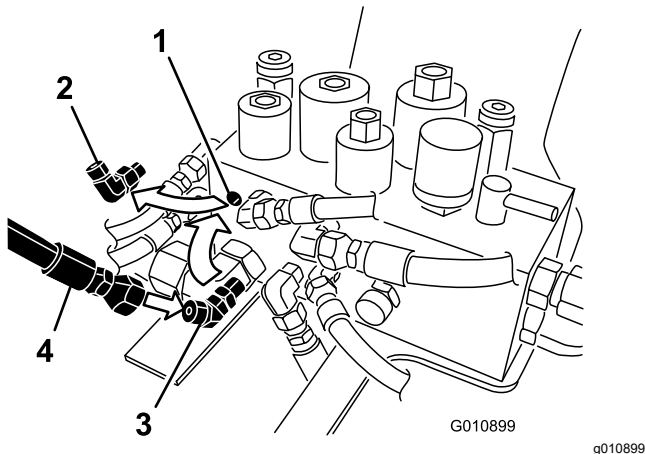

Figura 3
3. Desligue o tubo da união de 90 graus na porta L1B no coletor hidráulico (Figura 3). Anote o ângulo em que o encaixe está direcionado.
4. Retire a união de 90° do coletor hidráulico e substitua-a pela união de 45° (Figura 3). Posicione o encaixe no ângulo aproximado do encaixe anterior.
5. Ligue o tubo à união de 45° (Figura 3).